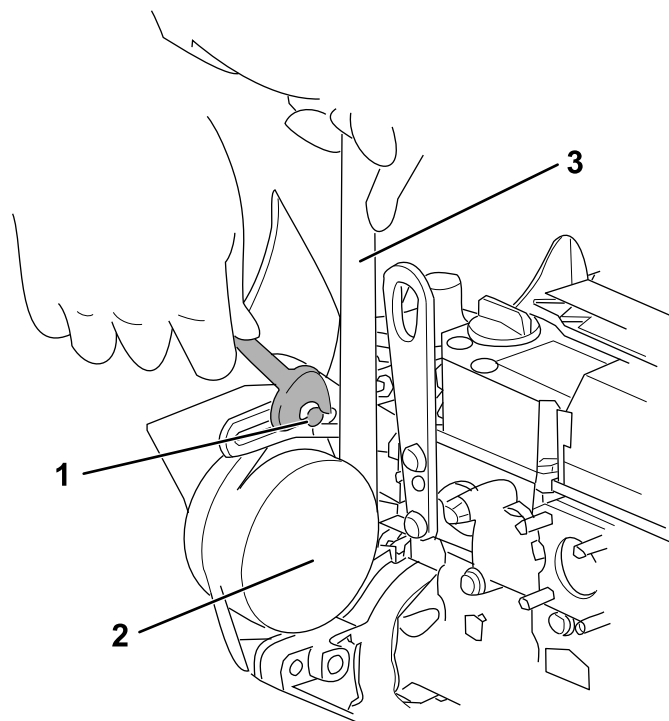

Figure 89
3. Desserrez les boulons de réglage et les écrous, déplacez l'alternateur au moyen d'une clé afin de tendre la courroie correctement (Figure 89).
4. Resserrez les boulons de réglage et les écrous (Figure 89).